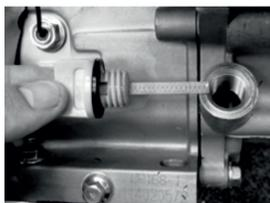

Рис. 8
2. Выкрутите пробку маслозаливной горловины (рис. 8)